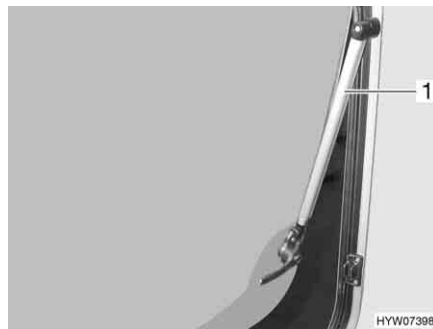

Bild 81 Överkantshängt fönster med automatik-spärr
- Öppna det överkantshängda fönstret till önskat läge. Automatik-spärren (Bild 81,1) hakar fast automatiskt.